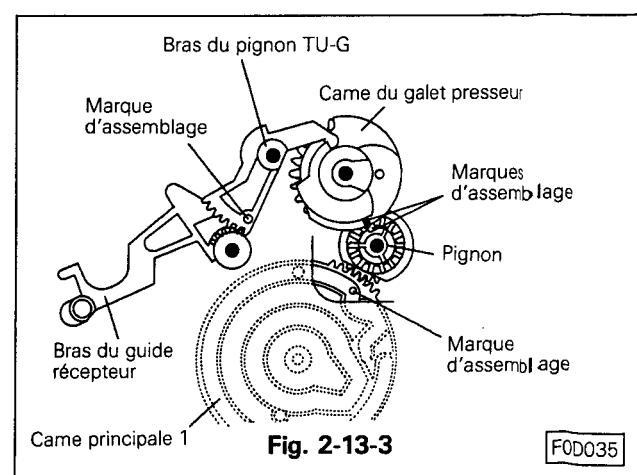

Fig. 2-13-3
- Aligner le repère situé sur le bras du pignon TU-G avec le début de la partie crantée du bras guide récepteur. Aligner le repère situé sur la came du galet presseur avec celui situé sur le pignon comme montré en Fig. 2-13-3. Assembler la came du galet presseur ainsi que le bras du pignon TU-G en même temps sur l'axe. Avant de procéder à cet assemblage, vérifier que le repère de la came principale 1 correspond à la dent centrale du pignon.